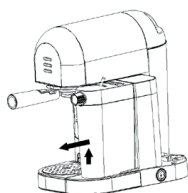

Рисунок 1
- Возьмитесь за ёмкость **(16)**, потяните её по направлению к себе и снимите с ёмкости **(16)** крышку капучинатора **(14)** (Рисунок 1). Наполните ёмкость **(16)** водой, до отметки максимального уровня.
- Вылейте воду из чашки, возьмитесь за ёмкость **(16)**, потяните её по направлению к себе и снимите **(Рисунок 1)**, снимите с ёмкости **(16)** крышку капучинатора **(14)**, слейте из ёмкости **(16)** остатки воды, слегка приподнимите переднюю часть поддона **(1)** и снимите его, слейте из него воду, установите поддон **(1)** на место.
Возьмитесь за ёмкость (16), потяните её по направлению к себе (Рисунок 1), снимите с ёмкости (16) крышку капучинатора (14).